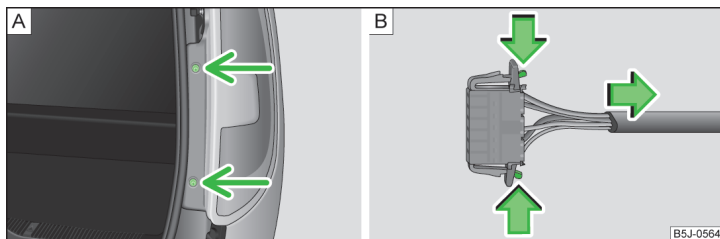

Fig. 165 Demontarea blocului optic spate / detașarea conectorului
- Deșurubați lampa » fig. 165 - **A**.
- Separați fișa electrică » fig. 165 - **B**.